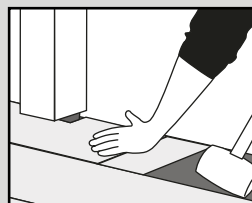

Fig. 7
8. Sous les encadrements de porte: Si une lame/dalle ne peut pas être surélevée, utiliser une cale de frappe adaptée (ou une chute de matériau) et un maillet pour emboîter avec soin la lame/dalle à plat sur le sol (Figure 7).